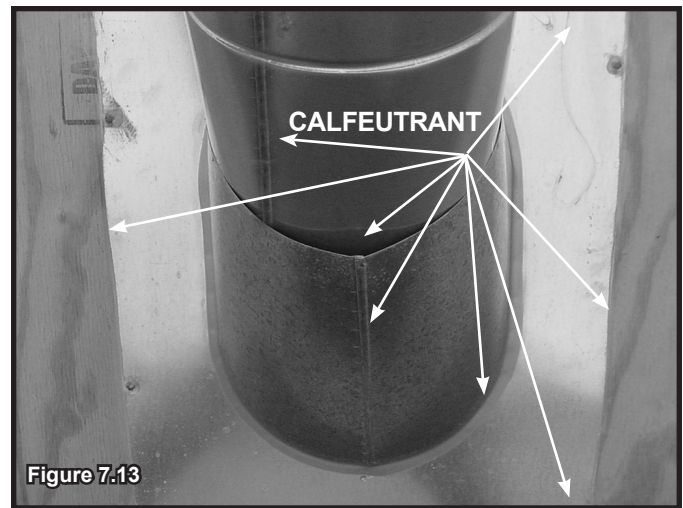

Figure 7.13
- Glissez le solin en tôle galvanisée sur le conduit qui sort du toit, comme il est indiqué à la figure 7.13.
- Calfeutrez le périmètre du solin, là où il entre en contact avec la surface du toit. Voir la figure 7.13.